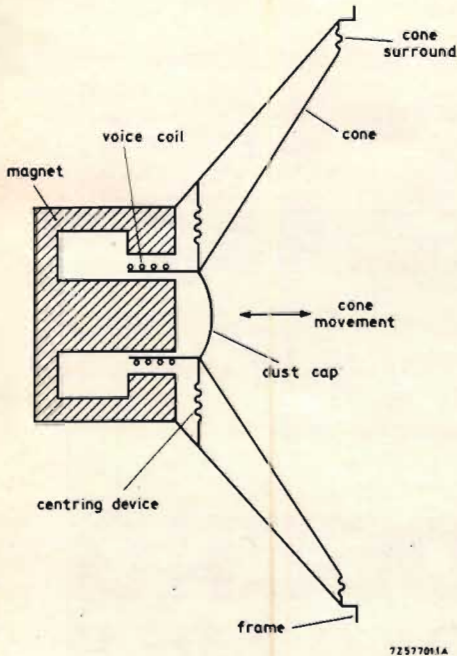

Fig 2.1. Typisk uppbyggnad av en högtalare med rörlig spole.
■ ■ Alla högtalare med rörlig spole fungerar enligt samma principer. Fig 2.1 visar konstruktionsmetoden hos en typisk direktstrålande högtalare med rörlig talspole, vilken matas från en förstärkarutgång, vars signal är ansluten till talspolen som är inspänd i gapet hos ett kraftfullt magnetsystem med en cen-